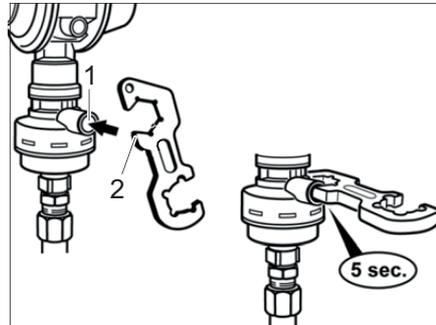

Fig. 86 Crash-Sensor
- À l'aide du dispositif d'aide au vissage (Fig. 86,2) ou d'un objet similaire, approprié, appuyer sur le bouton de déverrouillage (Fig. 86,1) et le maintenir enfoncé pendant 5 secondes.